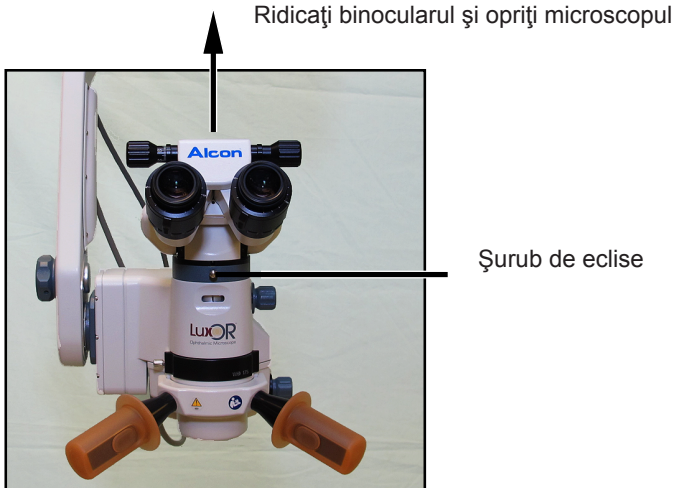

Figura 6-1 Demontarea Binocularului
1. Demontați binocularul din microscopul LuxOR Revalia™ (LX3 LED), deșurubând mai întâi șurubul de blocare și ridicând binocularul în sus, (Figura 6-1).